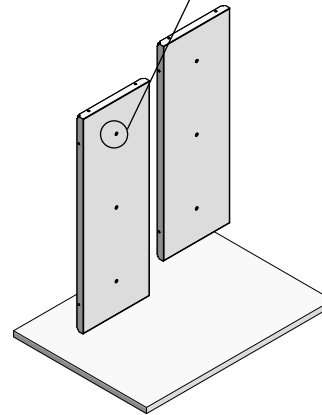
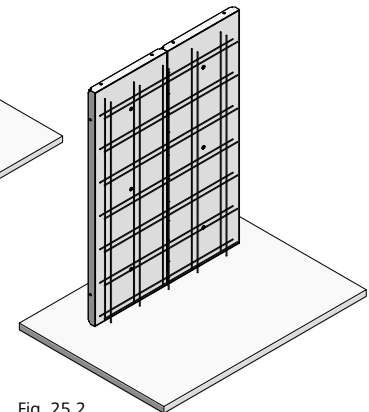

Fig. 25.1
Fig. 25.2
1. Installer le premier côté du coffrage (Fig. 25.1 et XT-4 et XT-5), exécuter les travaux de ferrailage (Fig. 25.2).